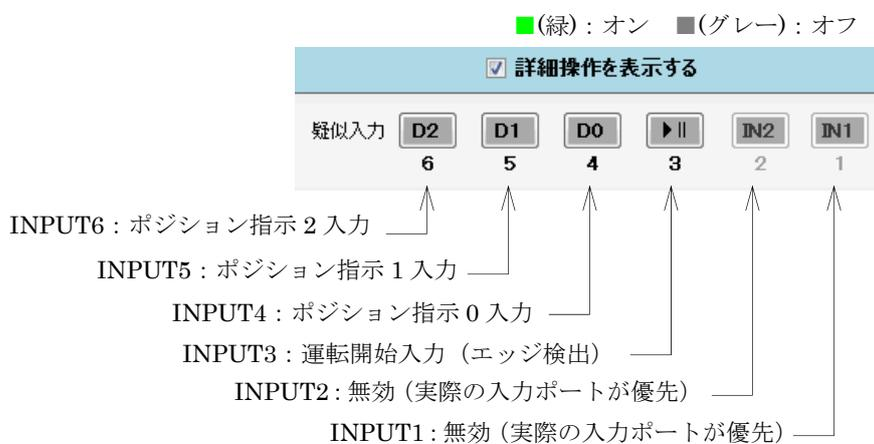

図 8.13 「疑似入力」ボタンとINPUT1~6の対応
① 移動位置の確認
② 位置番号と位置指定入力ポートの確認
- 「疑似入力」ボタンとINPUT1~6の対応は、図8.13に示す設定がされています。